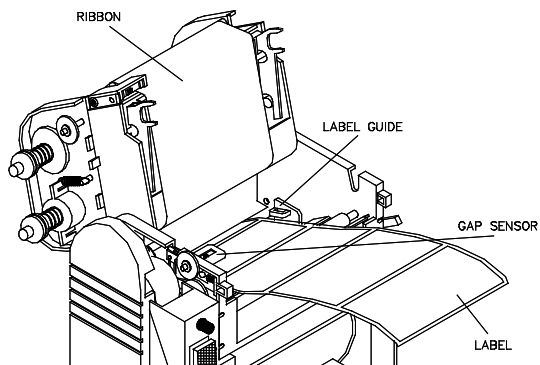

Рис. 2.3.2
5. Корректировать направляющую этикеток (см. рисунок 2.3.2).
6. Переверните блок. Передайте передний край рулона ниже датчика (см. рисунок 2.3.2).
5. Переверните блок. Передайте передний край рулона ниже датчика (см. рисунок 2.3.2).
6. Корректируйте направляющие этикеток (часть 26) чтобы соответствовал в краю этикеток (см. рисунок 2.3.2).